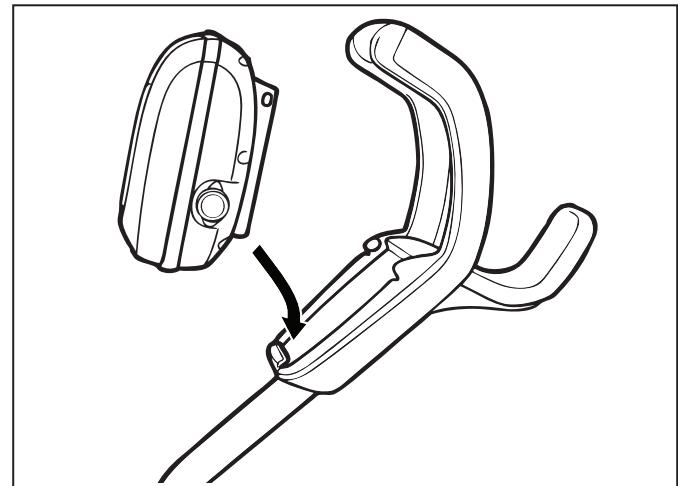

Figura 9. Coloque la unidad de control en el gancho del carrito
1. Coloque la parte inferior de la unidad de control con la muesca en la parte inferior del gancho de la unidad de control en el carrito (Figura 9).